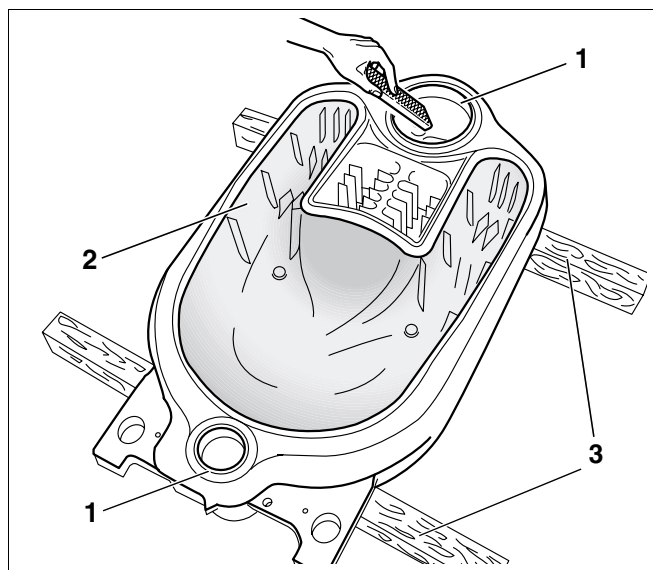

Fig. 9 Îndepărtarea bavurilor
- Elementul posterior (Fig. 9, **Poz. 2**) se va amplasa pe doua grinzi (Fig. 9, **Poz. 3**).
- Eventual, se vor îndepărta bavurile (Fig. 9, **Poz. 1**) de pe butucul cazanului.
- Eventual, se îndepărtează bavura de pe butucul cazanului (Fig. 9, pagina 19).